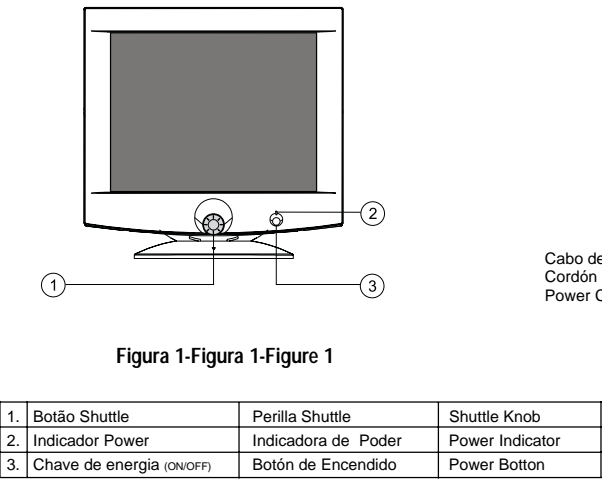

Figura 1-Figura 1-Figure 1
CONTROLES EXTERNOS (Veja Figura 1) - CONTROLES EXTERNOS (Véa Figura 1) - EXTERNAL CONTROLS (See Figure 1)
- Gire o Botão Shuttle para selecionar a função desejada (veja figura 1).
- Rueda el Botón Lanzadero para seleccionar la función deseada. (Véa figura 1).